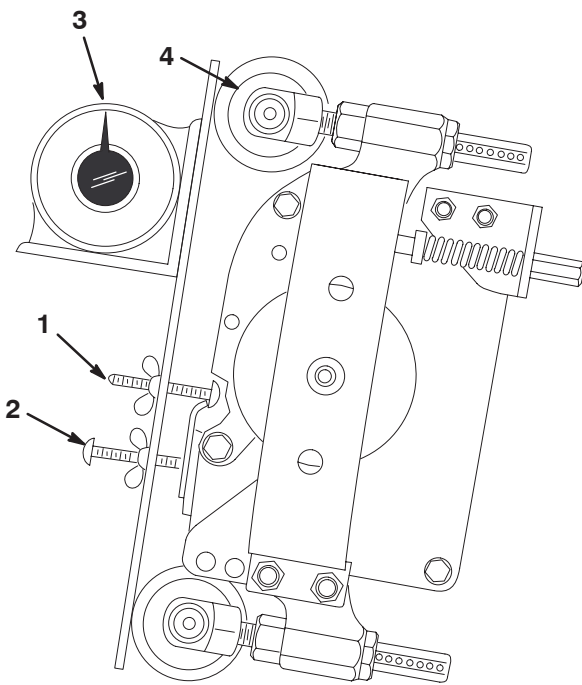

Bild 21
3. Legen Sie die Messlehre über die vordere und hintere Walzen. Der erste Schraubenkopf muss eng über die Schnittkante des Untermessers passen, während die Messlehre die Rollen berührt (Bild 21).
5. Legen Sie einen Winkelmesser auf die Messlehre und lesen Sie den Winkel der Messlehre ab (Bild 21).